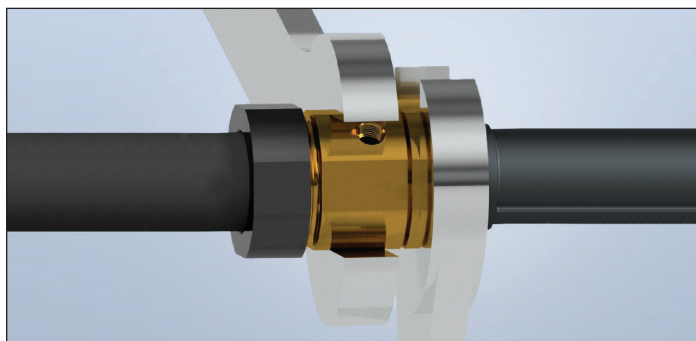

Figure 1-11
13. À l'aide de clés appropriées, serrez l'ensemble du corps de la bride au couple indiqué au Tableau 1. Veuillez noter que le raccord **TracPipe** PS-II est conçu pour former un joint étanche sur le tube en acier inoxydable lors du serrage (figure 1-11). Une fois le raccord complètement serré, il ne doit pas rester aucun filetage visible entre la bride avant et le corps de la bride.